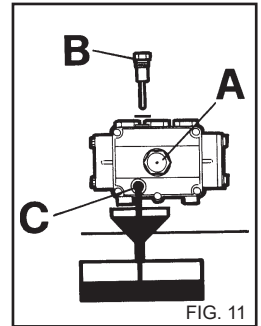

FIG. 11
- 2) Løsne korken med målepinnen (fig. 11).